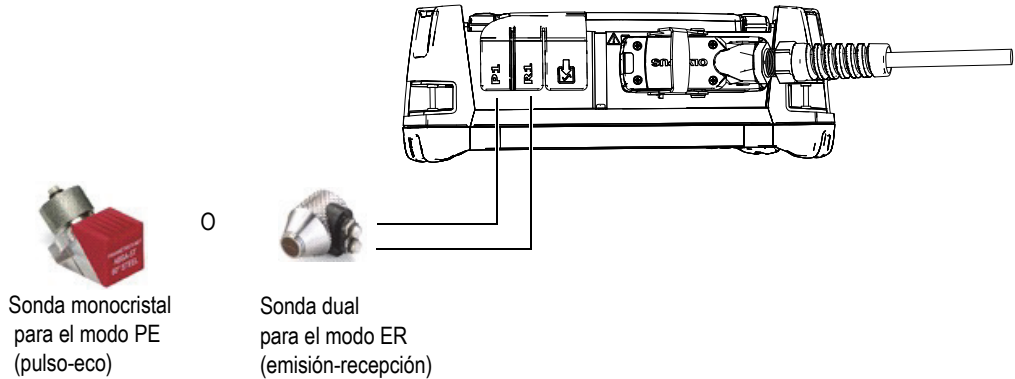

Figura 1-7 Conexión de sonda UT
El *software* OmniScan MXU permite combinar los modos operativos por ultrasonidos multielementos (*phased array*, PA) y por ultrasonidos convencionales (UT). Es posible utilizar las sondas UT o PA según la configuración del equipo. Conecte las sondas UT o los conectores UT, tal como se muestra en la Figura 1-7 en la página 15. Use una sonda de elemento dual para el modo *pitch-catch* (emisión y recepción).